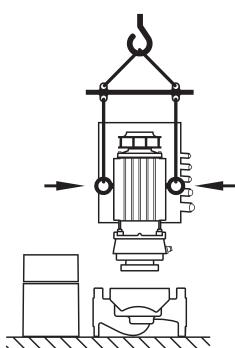

Fig. 9: Transporte del motor
- Si fuera necesario, p. ej. en caso de reparación, se pueden trasladar las argollas de transporte desde la brida del motor a la carcasa del mismo (véase, p. ej., la Fig. 9). Antes del montaje de las argollas de transporte en la carcasa del motor, desatornille los espaciadores de las aberturas para dichas argollas (Fig. 7, pos. 20b) (véase el capítulo 10.2.1 «Sustitución del cierre mecánico» en la página 52).
- Si se han trasladado las argollas de transporte de la brida del motor a la carcasa del mismo, estas solo se pueden usar para cargar o transportar el juego de introducción (Fig. 9), por lo que quedan excluidos el transporte de la bomba completa y la separación del juego de introducción de la carcasa de la bomba.